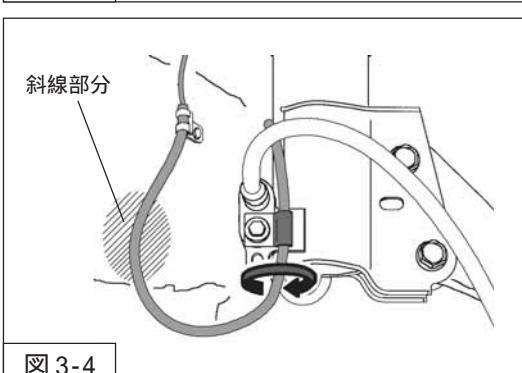

図3-4
- 図3-4の斜線部分が、スピードセンサハーネスと干渉していないか確認してください。